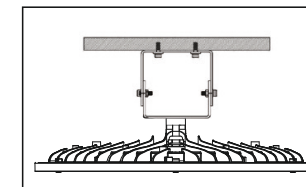

Рис. 3
- 1.2.3 Вставьте шпильку кронштейна в специальное отверстие с резьбой в верхней части осветительного прибора и надежно затяните (рис. 3).